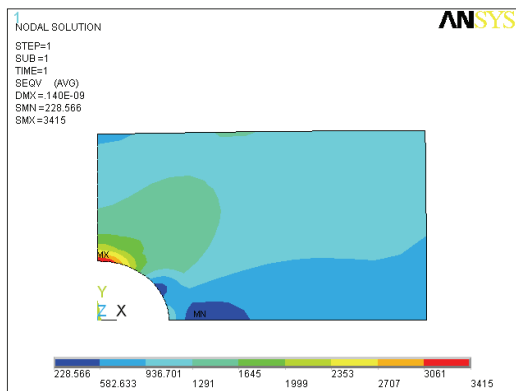

图 3-23 等效应力场分布等值线图
3) 选择 Main Menu | General Postproc | Plot Results | Contour Plot | Nodal Solu 命令, 出现 Contour Nodal Solution Data 对话框, 在 Item to be contoured 列表框中选择 Nodal Solution | Stress | von Mises stress, 其余选项采用默认设置, 单击 OK 按钮, ANSYS 窗口将显示如图 3-23 所示的等效应力场分布等值线图。